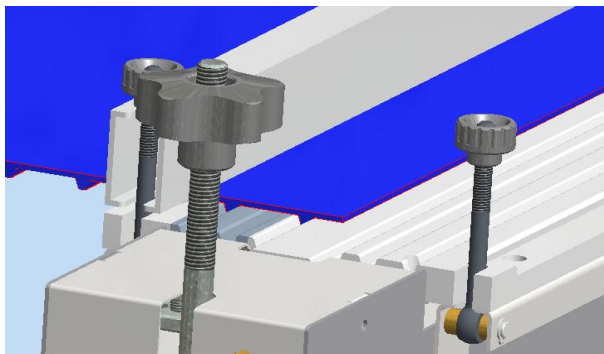

Fig 5
- b. Deposare la prima estremità del nastro Cleandrive™ sul piano di saldatura, inserendo i denti nelle corrispondenti sedi (Fig. 5). Fissare il nastro in posizione tramite il pressore bloccaggio, serrando i due pomelli.